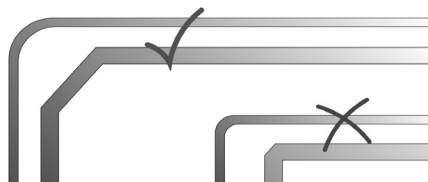

Рисунок 10 – Все изгибы должны иметь плавный переход
- обязательно следует учитывать диаметр и длину труб, количество стыков и поворотов в трубопроводе – все эти параметры влияют на потери напора станции. Все изгибы напорного трубопровода должны быть плавными (см. рисунок 10). Например, для поворота на 90° рекомендуется использовать два угловых фитинга по 45°;